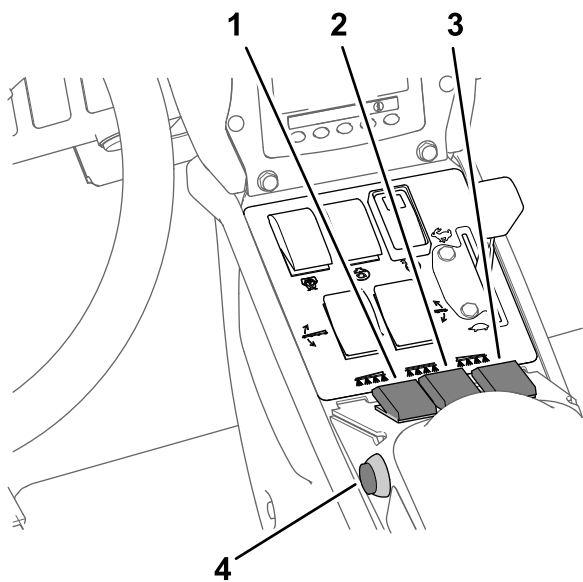

Figura 41
7. Ponga los interruptores de sección de fumigación en la posición de ACTIVADO (**Figura 41**).
10. Conduzca a la velocidad deseada y luego ponga el interruptor maestro en la posición de ACTIVADO para empezar a fumigar (Figura 41).
3. Ponga el interruptor maestro en la posición de DESACTIVADO; consulte Figura 41, en Fumigación en el Modo de caudal de aplicación (página 38).
7. Ponga los interruptores individuales de las secciones que desea utilizar en la posición de ACTIVADO; consulte Figura 41 en Fumigación en el Modo de caudal de aplicación (página 38).
9. Conduzca a la velocidad deseada y luego ponga el interruptor maestro en la posición de ACTIVADO para empezar a fumigar; consulte Figura 41, en Fumigación en el Modo de caudal de aplicación (página 38).